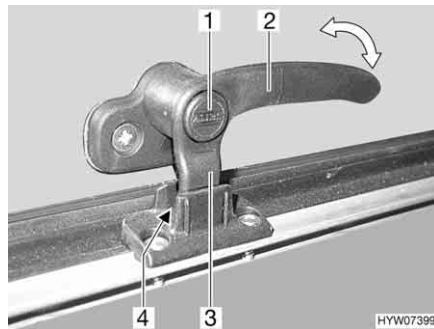
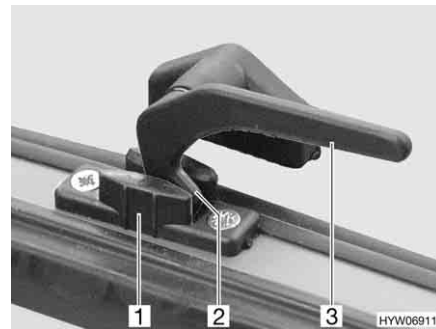

Fig. 54 Levier de verrouillage avec bouton de sécurité en position "Aération permanente"
Fig. 55 Levier de verrouillage en position "Aération permanente"
- En position "Aération permanente" (Fig. 54 et Fig. 55)
- S'il existe, appuyer sur le bouton de sécurité (Fig. 54,1) et le maintenir enfoncé.
- Tourner le levier de verrouillage (Fig. 54,2 ou Fig. 55,3) d'un quart de tour vers le centre de la fenêtre.
- Remettre le levier de verrouillage en position initiale. Le tenon de verrouillage (Fig. 54,3 ou Fig. 55,2) du levier de verrouillage doit pénétrer alors dans le logement prévu à cet effet dans le verrouillage de fenêtre (Fig. 54,4 ou Fig. 55,1).
- Relâcher le bouton de sécurité (Fig. 54,1) s'il y en a un.